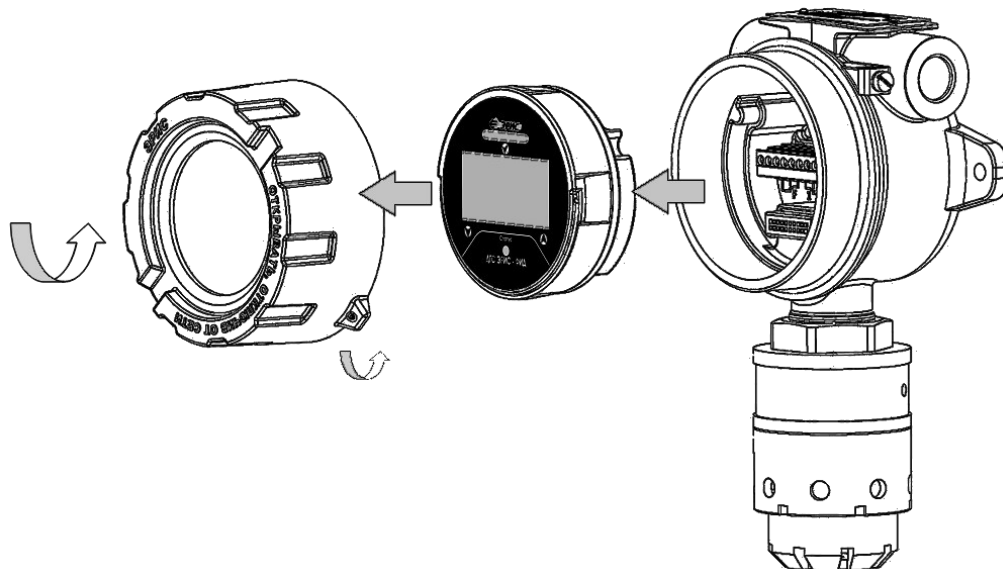

Рисунок 23- Схема разбора газоанализатора
1) Открутить стопорный винт на верхней крышке газоанализатора (рис. 23). Открутить крышку по резьбе. Снять электронный модуль с разъемов, потянув его на себя за полукруглую ручку "дугу" (не делая вращательного движения). Во время проведения работ избегать попадания влаги в датчик.